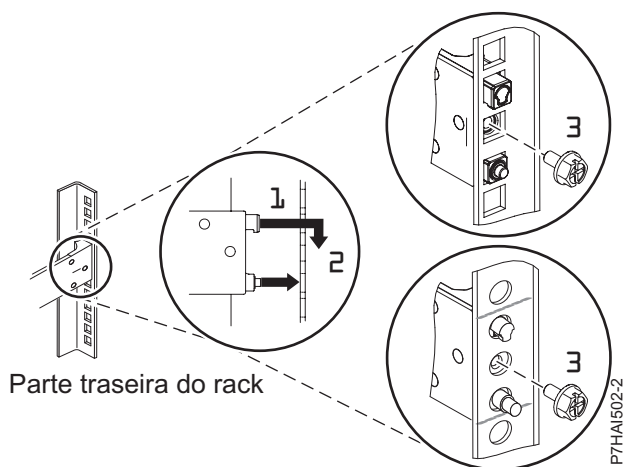

Figura 20. Alinhando e Encaixando os Pinos nos Orifícios na Parte Traseira do Rack
3. Alinhe os dois pinos localizados na parte traseira do trilho deslizante com os orifícios da parte superior e inferior dentro da unidade EIA selecionada que foram marcados anteriormente. Puxe o trilho deslizante em sua direção para inserir os dois pinos nos orifícios do rack (1) e abaixe o trilho deslizante para baixo (2) para encaixar o gancho no pino superior. Para obter detalhes, consulte Figura 20 na página 22. Assegure-se de que os dois pinos apareçam através dos orifícios do rack antes de prosseguir para a próxima etapa.